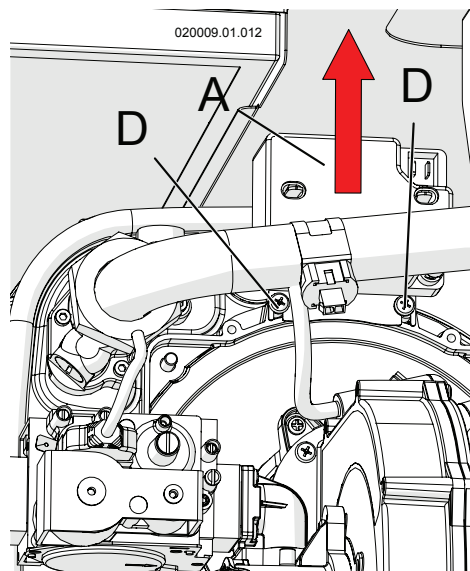

Figura 13-3
- 5.-svitare le viti "D" di Figura 13-3;
- 6.-smontare il generatore di scintille "A" di-Figura 13-3;